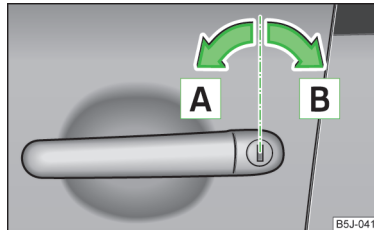

Abb. 32
- Den Schlüssel im Schließzylinder der Fahrertür in die Fahrtrichtung (Entriegelungsstellung) **A** drehen » Abb. 32.
- › Den Schlüssel im Schließzylinder entgegen der Fahrtrichtung (Verriegelungsstellung) **[B]** drehen » Abb. 32 auf Seite 52.